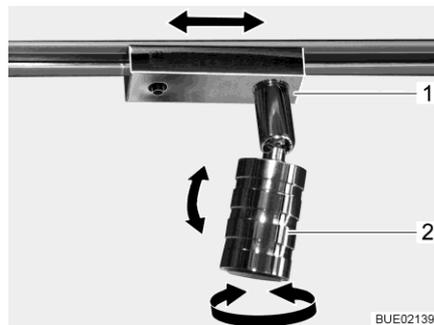

Bild 84 Spotleuchte
**Drehen:** ■ Gehäuse (Bild 84,2) fassen und drehen.
**Verschieben:** ■ Sockel (Bild 84,1) fassen und um ca. 45° drehen.
**Abnehmen:** ■ Sockel (Bild 84,1) fassen und um 90° drehen.